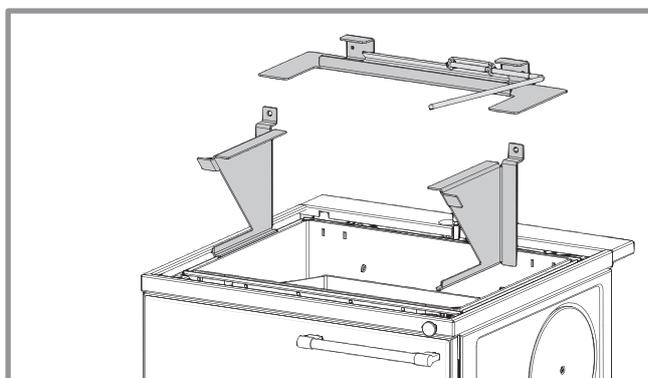

fig. 26 - Dépose des tôles déflectrices
- Sortir les tôles déflectrices vers le haut (fig. 26) et les nettoyer.
*Comme solution de transition, les tôles déflectrices latérales de la **Atlantic vogia 5022** (fig. 26, page 24) peuvent être démontées (moins de résistance).*